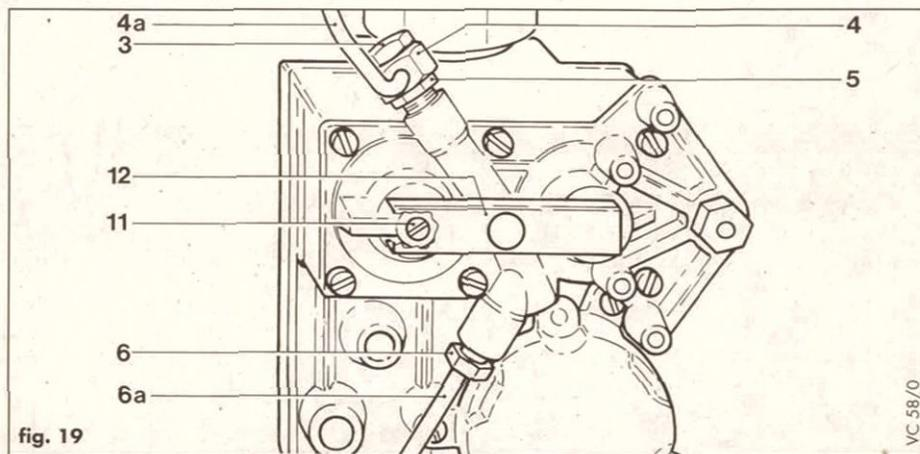

fig. 19
- a) Smontare il pannello intermedio (9), fig. 19.
- b) Allentare le viti (1) di circa due o tre giri.
- c) Levare la bacinella di raccolta residui di combustione (2).
- d) Togliere la vite (3) con una chiave fissa da 12 mm
- e) Piegarlo leggermente verso un lato il tubo (4a) con il raccordo (4).
- q) Rimontare il pannello intermedio (9), fig. 19.